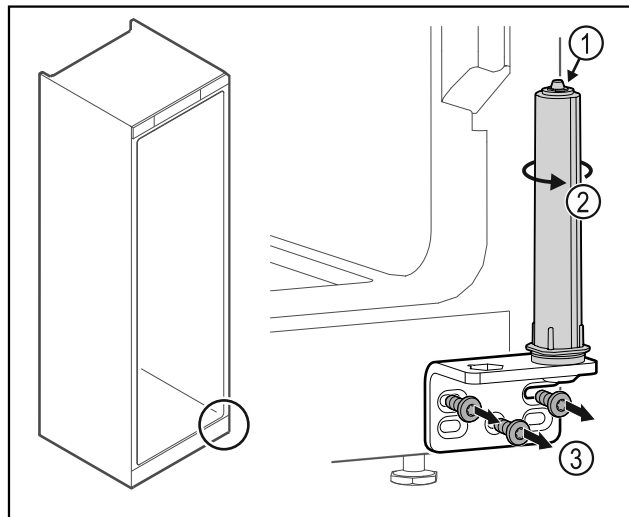

Fig. 32
- Deursluitsysteem niet uit elkaar halen Fig. 32 (1).
- Sluitsysteem Fig. 32 (1) draaien tot het klikt.
- Scharnierhoek Fig. 32 (3) losschroeven.